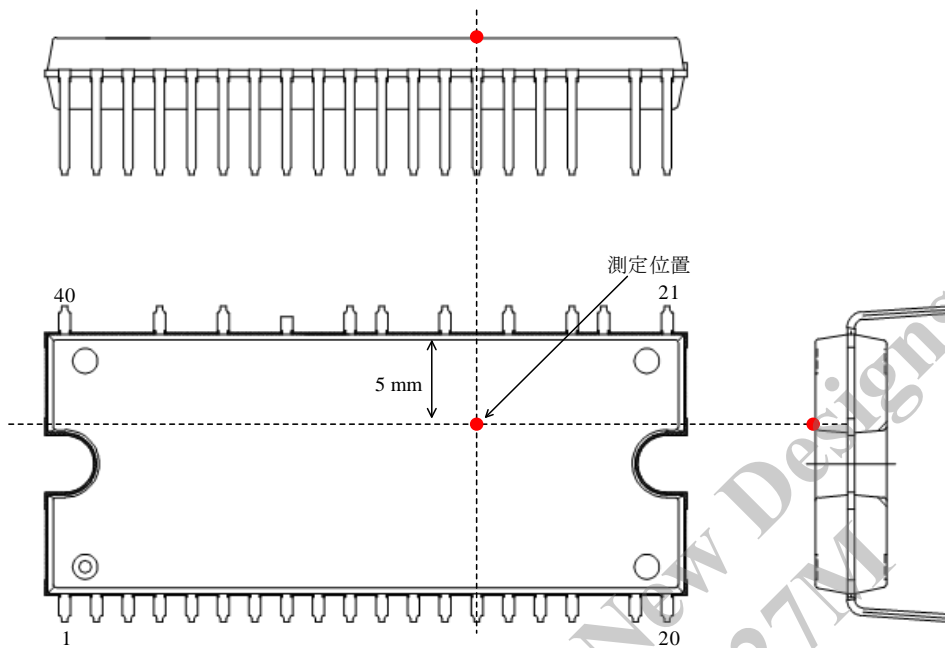

図 3-1 ケース温度測定位置
(1) ケース温度は図 3-1 で規定
(2) 内部スイッチング素子のジャンクションとケース間の定常熱抵抗 (過渡熱特性は 15.1 項を参照)
(3) 内部高速ダイオードのジャンクションとケース間の定常熱抵抗